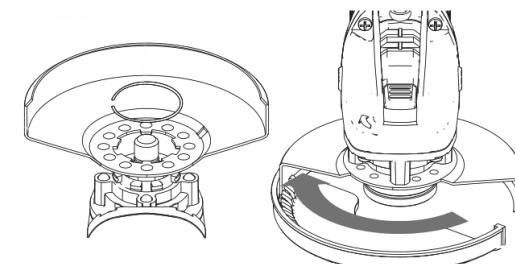

Рис.2
1.8 Модель **MASTERS AG-125S/1200W** имеет быстросъемный кожух (рис.2).